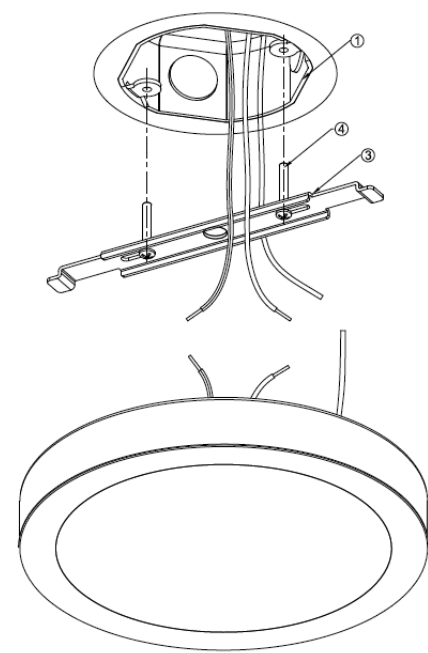

Fig 1
2. Sostenga el soporte de montaje (3) hacia la caja de unión (1) con la brida hacia abajo. Instale los tornillos (4) a través de las ranuras en la caja de conexiones. Consulte la Fig. 1.
3. Tirez les fils d'alimentation noir et blanc de la boîte de jonction (1) d'un côté du support de montage (3) et un fil de cuivre nu de l'autre côté. Consultez la Fig. 1.
2. Hold Mounting Bracket (3) up to junction box (1) with flange facing down. Install both Screws (4) through slots into J-Box. See Fig. 1.
3. Pull black and white power supply wires from junction box (1) to one side of Mounting Bracket (3), and bare copper wire to the other side. See Fig. 1.
2. Maintenir le support de montage (3) à hauteur du boîtier de raccordement (1), la bride orientée vers le bas. Installer chaque vis (4) dans les fentes de la boîte de jonction. Voir Fig. 1.
3. Tirez les câbles de la source d'alimentation en blanc et noir de la boîte de connexion (1) vers un côté du support de montage (3) et le câble de cuivre pelado vers l'autre côté. Voir Fig. 1.